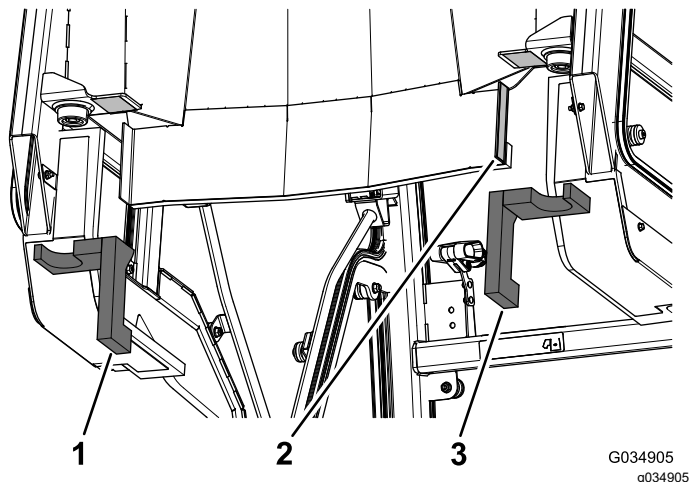

Figura 16
1. Rimuovete il supporto di carta dal nastro biadesivo sulla parte posteriore della cabina (Figura 16).
2. Applicate le guarnizioni in schiuma sintetica posteriore sinistra e destra sulla cabina (Figura 16).